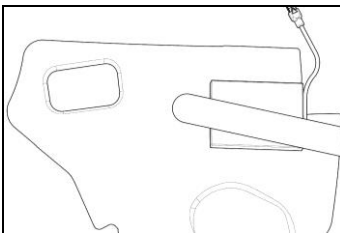

Fig. 32
- Posizionare la batteria nella sede del guanciale polistirolo destro e fissarla utilizzando la fettuccia velcro (Fig. 32).